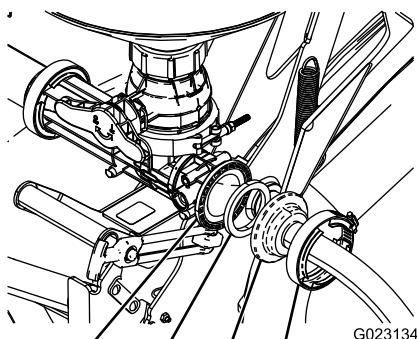

図 22
1. 吸液ホースの端部バルクヘッドについていない方を、エダクタバルブの開口部後方を向いている開口部に取り付けるガスケットとウォームねじクランプを使用する 図 22。